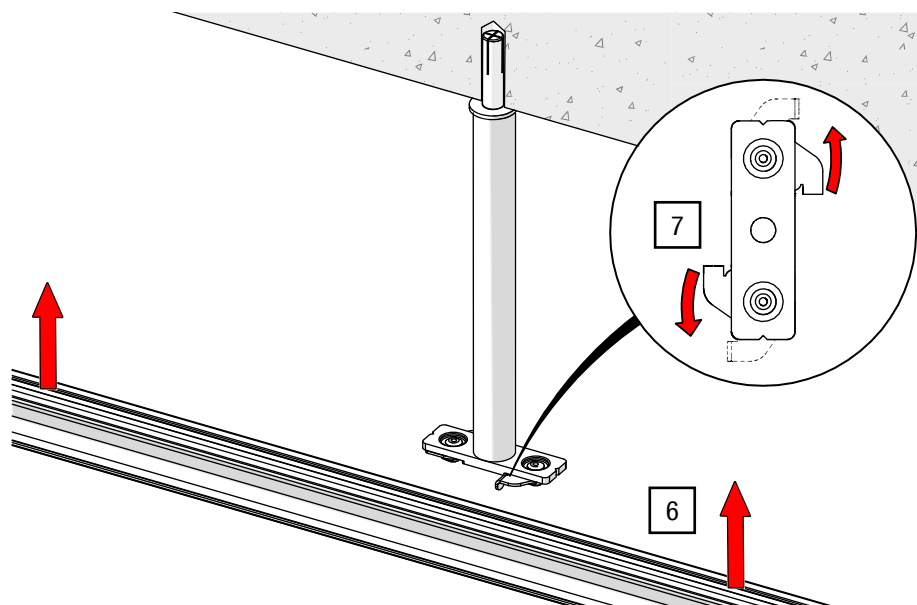

Abb. 27: Deckenabhängung – Schiene anheben und Montageplatte verriegeln
6. Positionieren Sie die Schiene am Zielort (siehe Abb. 27).
7. Verriegeln Sie die Montageplatte an den seitlichen Griffen mit der Schiene (siehe Abb. 27).